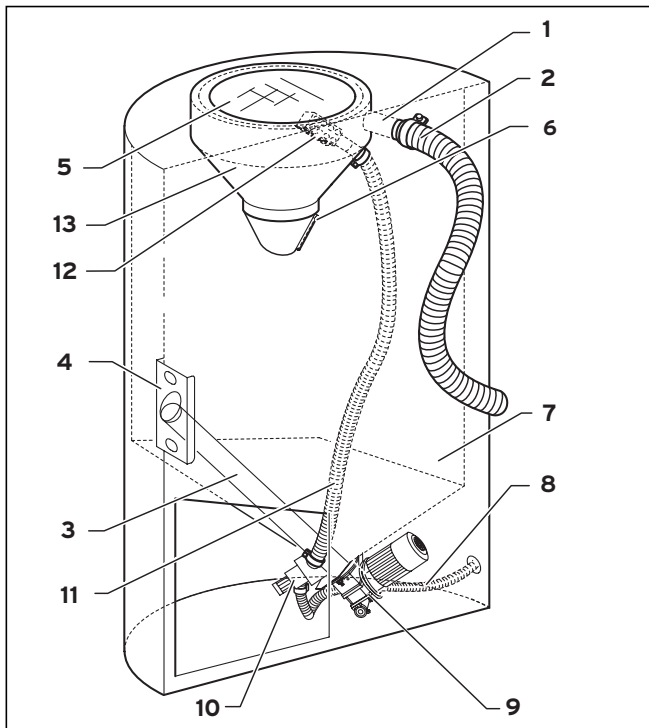

Abb. 2.6 Funktionselemente des Vorratsbehälters für Saugaustragung
Ansaugstutzen: Am Ansaugstutzen (1) ist der Pelletförderschlauch (2) angeschlossen. Über diesen werden die Pellets mit Unterdruck aus dem Pelletlager angesaugt und dem Zyklon (13, Abb. 2.6) zugeführt.
Einschubschnecke: Die Einschubschnecke (3) fördert die Pellets aus der Vorratskammer (7, Abb. 2.6) bis zu dem Fallschacht.